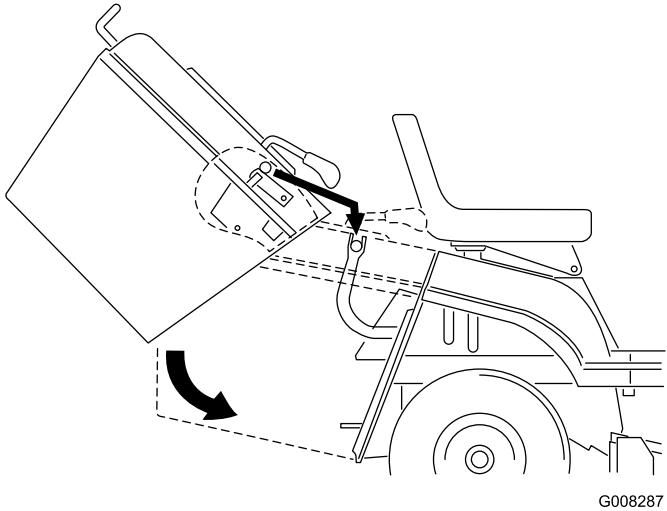

Figure 38
1. Tenez le bac des deux mains et basculez-le en avant (Figure 38).
2. Inclinez le bac en avant d'environ 40 degrés et glissez le sur les deux supports à l'arrière de la machine (Figure 38).